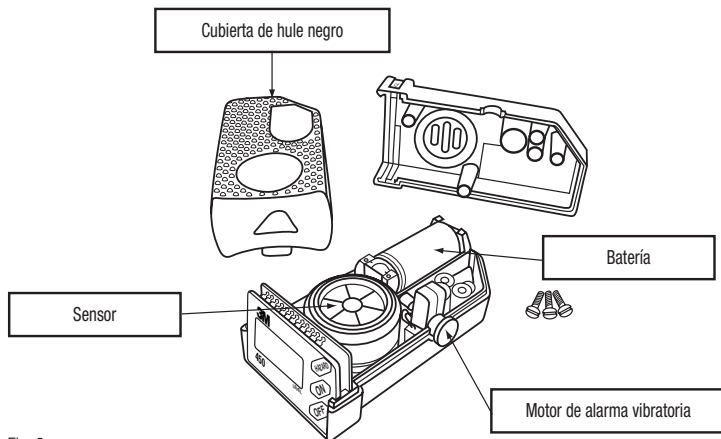

Fig. 6
3. Ahora la batería de litio está expuesta y lista para su reemplazo (Fig. 6).
3. Ahora el sensor está expuesto y listo para su reemplazo (Fig. 6).
3. Ahora el motor de alarma de vibración está expuesto y listo para su reemplazo (Fig. 6).